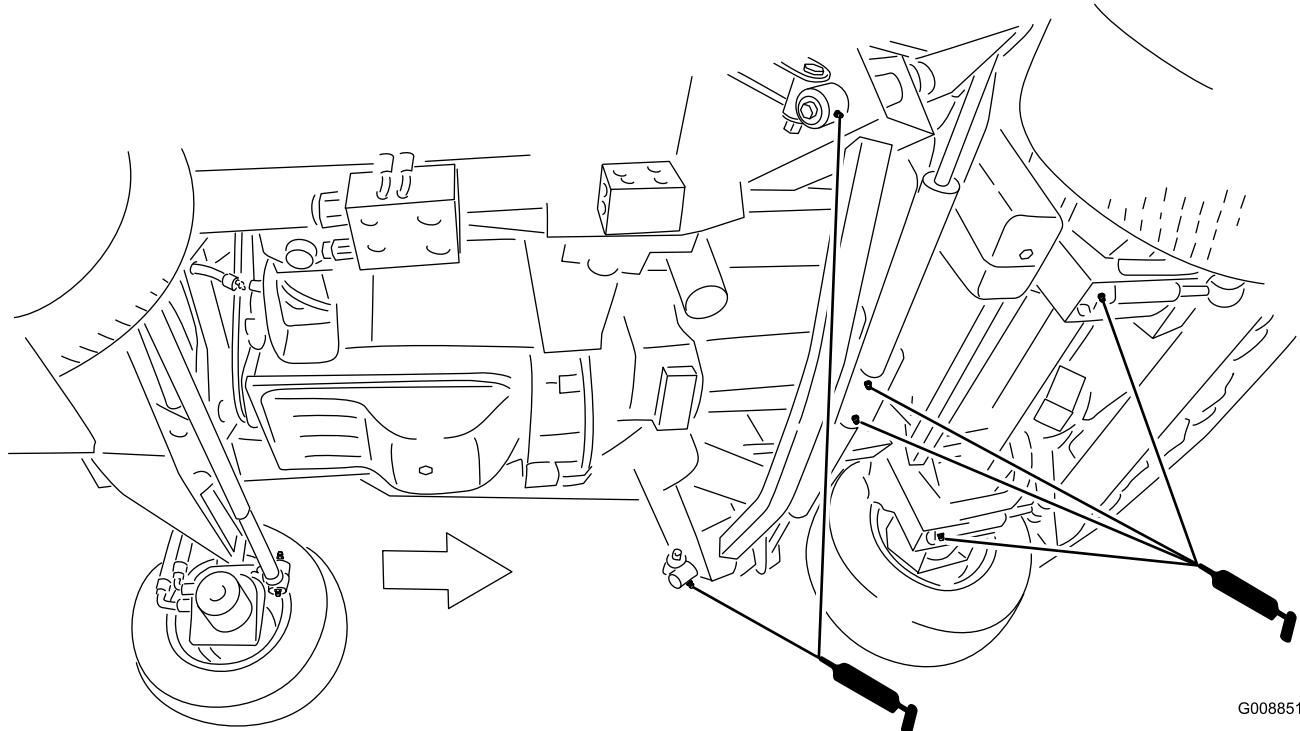

Figura 50
- Brazos de impacto (2) (Figura 50)
- Pivotes de los cilindros de elevación de la carcasa delantera (2) (Figura 50)
- Pivotes de los cilindros de elevación de las carcasa laterales (2) (Figura 50)